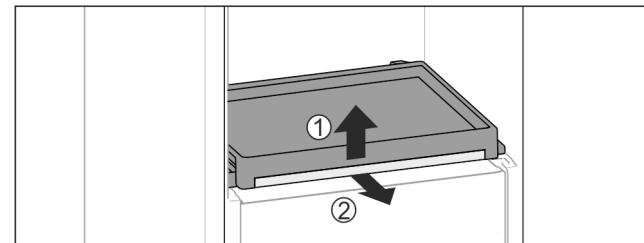

Fig. 113
- Sortir la bordure télescopique avec la tablette : Soulever légèrement la tablette par l'avant Fig. 113 (1) et la sortir vers l'avant Fig. 113 (2).